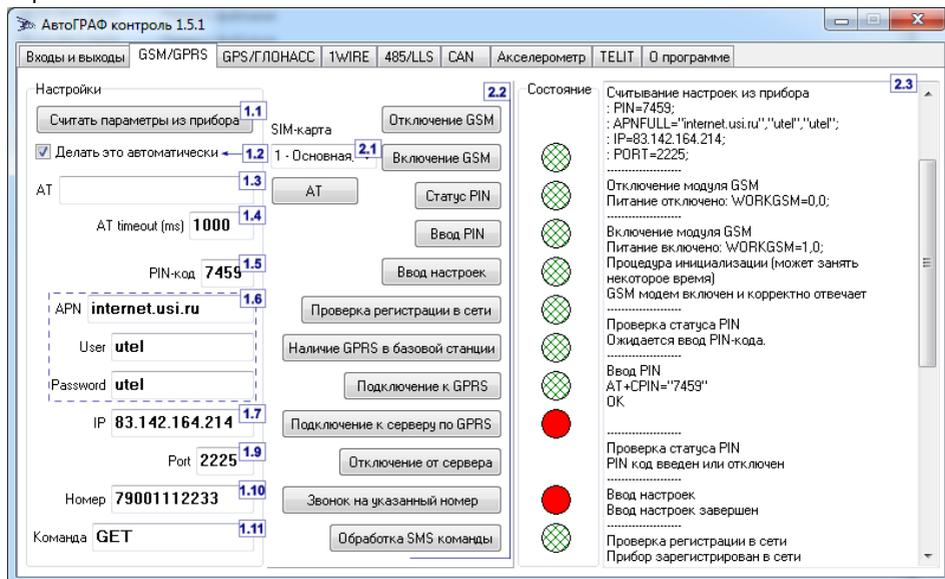

Рис.9 – Проверка GSM/GPRS.
2. Считайте настройки из терминала, если они не были считаны автоматически (рис.9,п.1.1).
3. Выберите SIM карту для проверки модема (рис.9,п.1.2).
14. Выполните звонок на указанный в поле 1.10 (рис.9) номер (кнопка **Звонок на указанный номер**). При голосовом вызове светодиод «GSM» горит постоянно.
15. Проверьте работу модема с SMS командами. Введите команду в поле 1.11 (рис.9) и нажмите кнопку **Обработка SMS команд**.